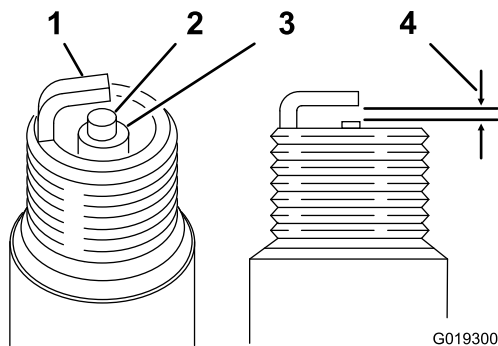

Figure 26
4. Vérifiez l'état et l'usure de la bougie (Figure 26).
5. Vérifiez l'écartement des électrodes à l'aide d'un calibre pour fils. Au besoin, réglez l'écartement des électrodes à 0,76 mm (0,030 po) en pliant l'électrode de masse avec précaution (Figure 26).